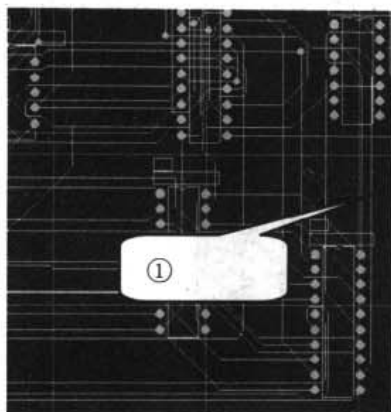
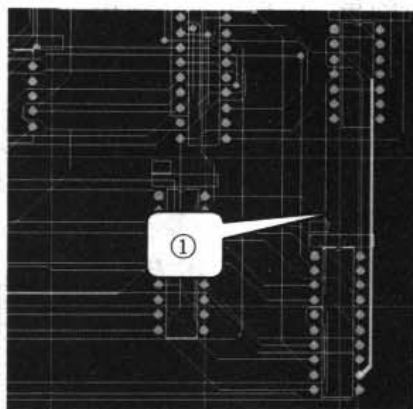

图 10-140 导线未加宽前的电路图
图 10-141 导线加宽后的电路图
- (3) 单击 OK 按钮，完成修改。未修改前的导线如图 10-140 中①所示，修改后的导线如图 10-141 中①所示。